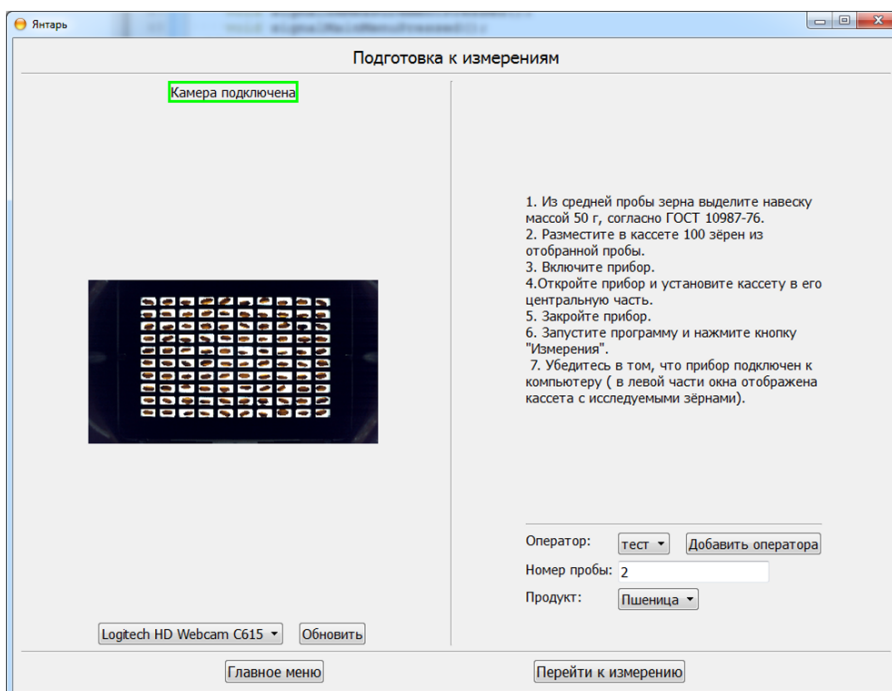

Рисунок 6.2. Подготовка к измерениям.
- На экране откроется окно «Подготовка к измерениям» (Рисунок 6.2). В левой части окна отобразится изображение кассеты, полученное с камеры диафаноскопа в данный момент. Если изображение кассеты не отображается, то необходимо нажать кнопку «Обновить». Программа обнаружит все установленные камеры на данном компьютере, добавит их в выпадающий список вариантов выбора камеры и автоматически выберет активную камеру, установленную в диафаноскопе –Logitech HD Webcam C615. В правой части